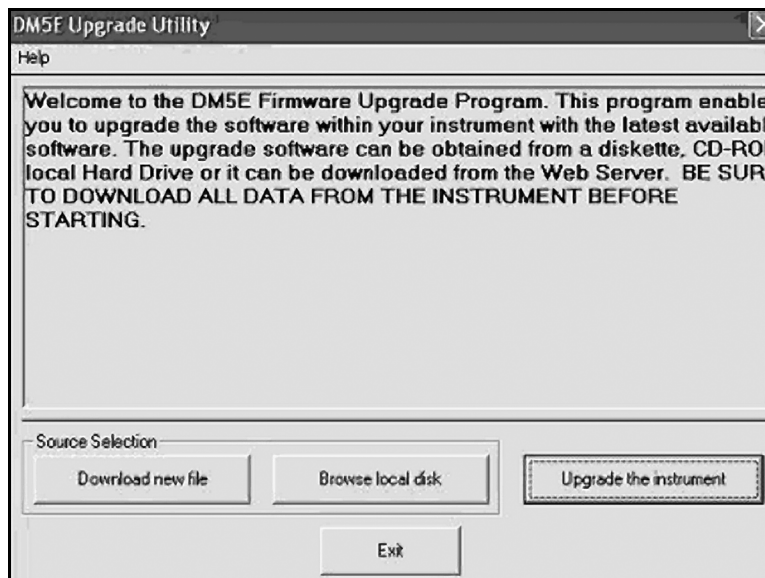

Figure 22 : Modification des réglages de paramètres
2. Exécutez l'*outil logiciel de mise à jour* depuis le menu Programmes de votre PC. Pour un système MS Windows typique, cliquez sur le bouton DEMARRER, cliquez sur le bouton EXECUTER, sélectionnez PROGRAMMES puis sélectionnez le logiciel de mise à jour (DM5E Upgrade Utility) (voir *Figure 22 à la page 68*).